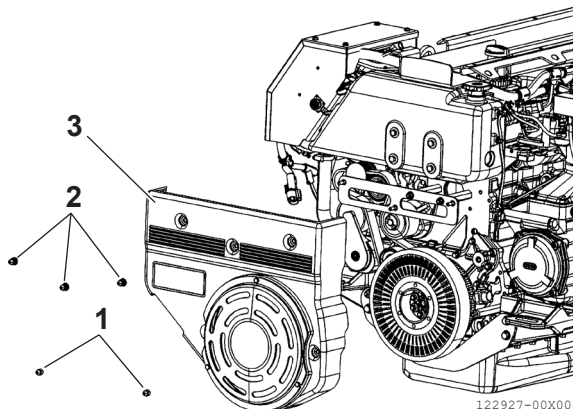

Figure 23
3. Positionnez correctement le cache (Figure 23, (3)) et serrez les écrous (Figure 23, (1)), (Figure 23, (2)) au couple spécifié.
Cache de protection de la courroie (2 écrous M8 × 1,25) (Figure 23, (1))	$21 \pm 2 \text{ N}\cdot\text{m}$
Cache de protection de la courroie (3 écrous M8 × 1,25) (Figure 23, (2))	$30 \pm 3 \text{ N}\cdot\text{m}$